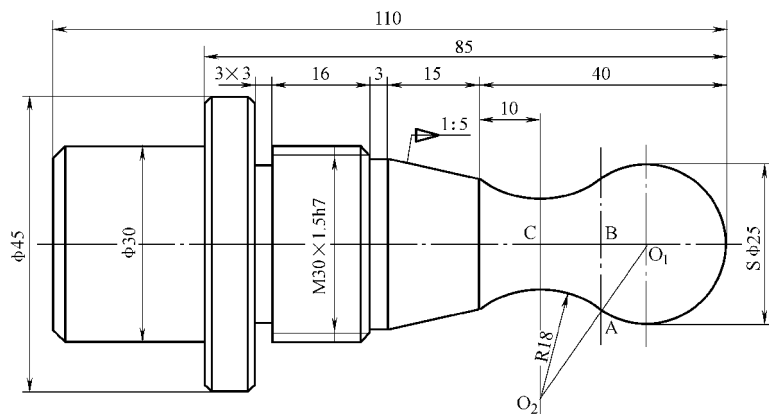

图 D-11 造型与编程题 11
11. 已知毛坯尺寸为 $\phi 60 \text{ mm} \times 150 \text{ mm}$ ，材质为 45 调质钢，根据图 D-11 所示的零件图尺寸，完成零件的车削加工造型（建模），生成加工轨迹，并根据 FAUNC-0i 系统要求进行后置处理，生成 CAM 编程 NC 代码。